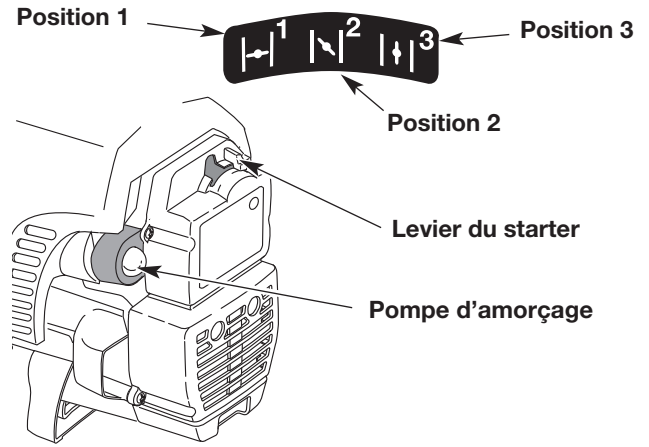

Fig. 11
4. Pressez et relâchez 10 fois la pompe d'amorçage, lentement et complètement. Le carburant doit être visible dans la pompe (Fig. 11). S'il ne l'est pas, appuyez trois fois de plus ou jusqu'à ce qu'il apparaisse.
5. Placez le levier du starter en position 1 (Fig. 11).
8. Placez le levier du starter en position 2 (Fig. 11).
11. Laissez le moteur chauffer pendant 5 à 10 secondes. Placez le levier du starter en position 3 (Fig. 11).